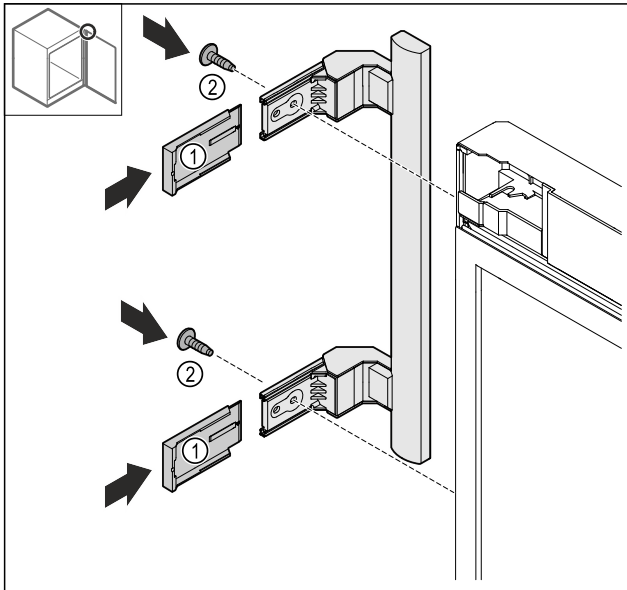

Fig. 21
- Abdeckungen Fig. 21 (1) aufschieben.